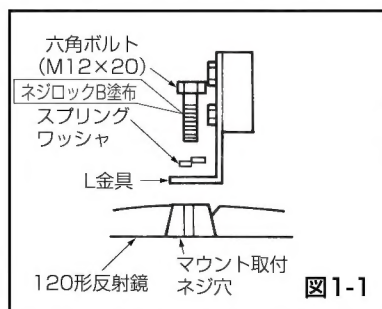

図1-1
- ⑤付属の4本の六角ボルト、(M12×20) とスプリングワッシャ (12mm) を反射鏡取付金具のL金具の穴を通して、反射鏡のマウント取付ネジ穴へ入れ、仮止めしてください。(図1-1)
- ⑥仮止めした順序に、10か所を強固に締め付け、そのときボルト・ナットは付属のネジロックB (1305) を塗布してください。(4ページの<ネジの締付トルクの基準>を参照)